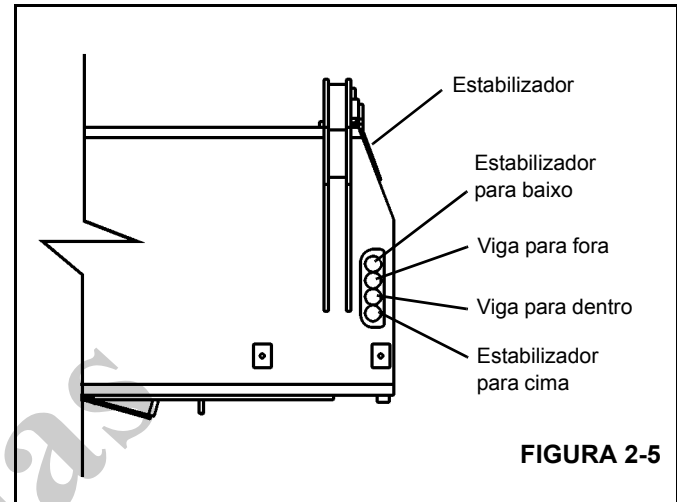

FIGURA 2-5
2. Instale um conector T com um manômetro na linha de retração (Figura 2-5).